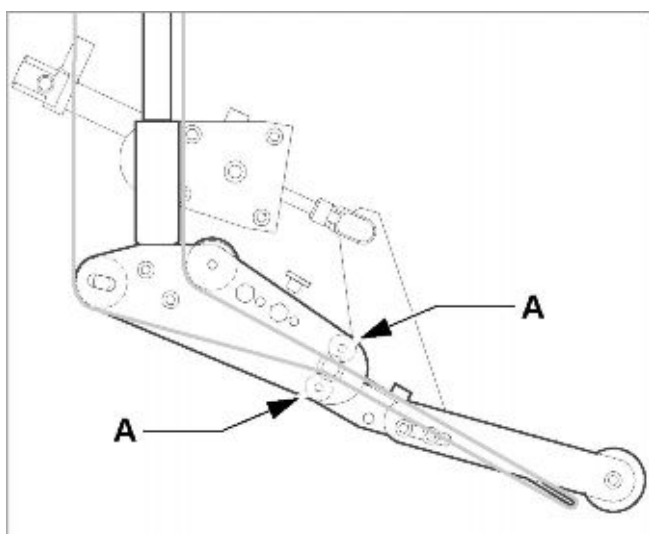
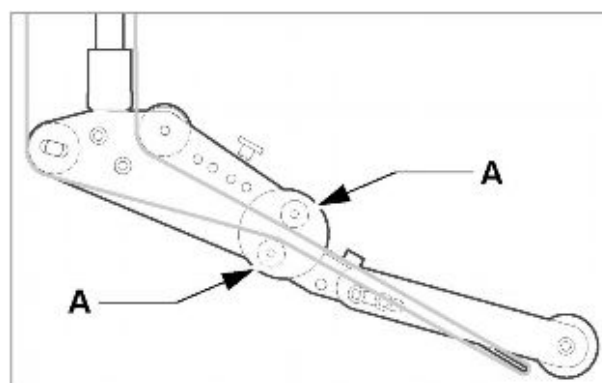

Рис. 15. Заправка ленты в пневматическое лезвие диспенсера (заказывается дополнительно).
Рис. 14. Заправка ленты в пружинное лезвие диспенсера (заказывается дополнительно).
Пружинное (Рис. 14) и пневматическое (Рис. 15) лезвие диспенсера L-типа:
- В дополнение к вышеописанной процедуре протяните ленту между маленькими направляющими валиками (Рис. 14А и Рис. 15А).